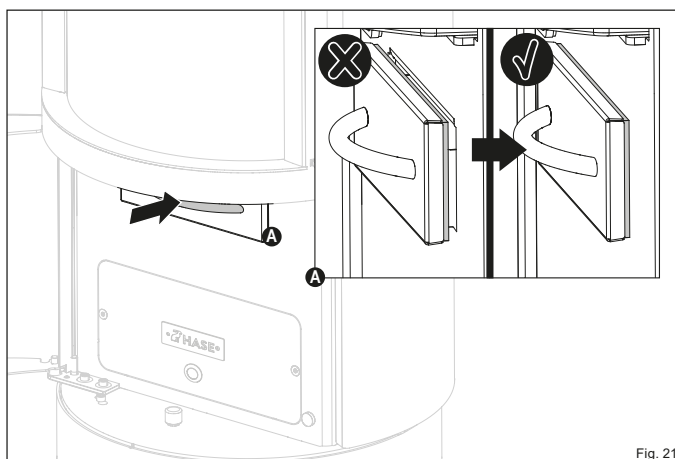

Fig. 21
Lorsque vous insérez le bac à cendres, veillez à ce que le joint soit plaqué (Fig. 21). Ainsi, le processus de combustion n'est pas perturbé par de l'air parasite. Pour retirer le bac à cendres, procédez comme suit :
- ✓ Faites glisser le bac à cendres dans l'ouverture de manière à ce qu'il soit hermétiquement fermé (Fig. 21).
- ▶ **Faites glisser le bac à cendres dans l'ouverture (Fig. 21).**